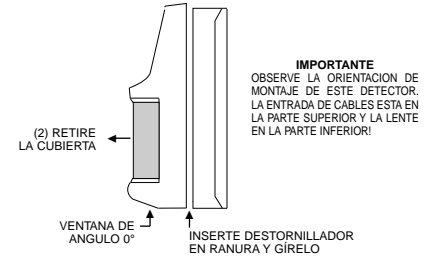

Ilustración 1. Retirar Cubierta
1. Retire la cubierta delantera como se muestra en la Ilustración 1.